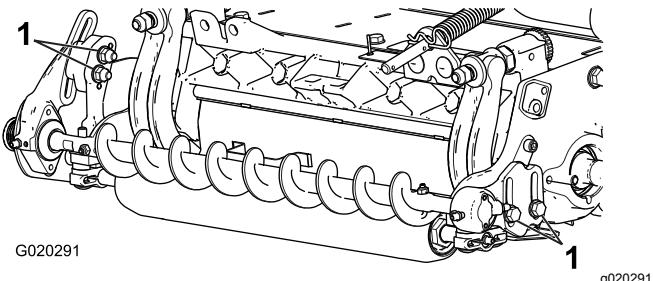

Figura 12
1. Afloje los 2 pernos que sujetan el alojamiento del cojinete de cada cepillo de rodillo al soporte de montaje del cepillo de rodillo (Figura 12).